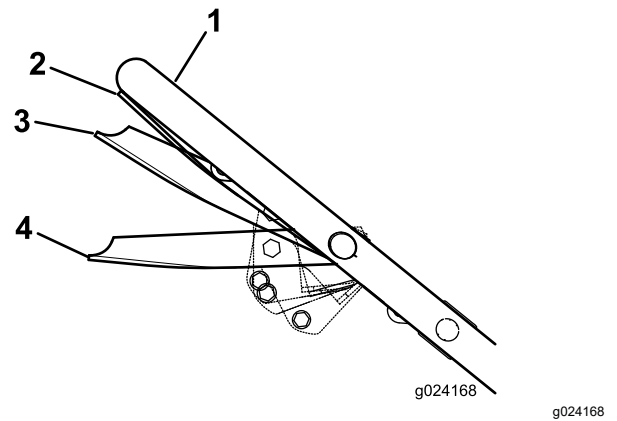

Figure 15
3. Serrez la barre de commande contre le guidon en position MARCHE/DÉPLACEMENT (Figure 15).
Important: Ne changez pas de vitesse lorsque vous serrez la barre de commande contre le guidon en position MARCHE/DÉPLACEMENT au risque d'endommager la transmission. Placez la barre de commande en position MARCHE/CHANGEMENT (Figure 15) pour changer de vitesse de déplacement.